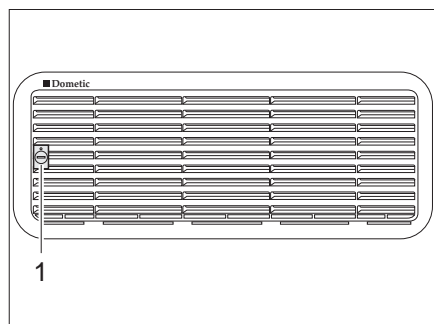
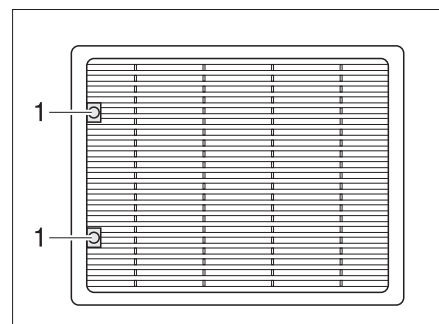

Bild 227 Kühlschrank-Lüftungsgitter
Bild 228 Kühlschrank-Lüftungsgitter
- Schraube (Bild 227,1 bzw. Bild 228,1) mit Hilfe einer Münze eine viertel Umdrehung drehen.